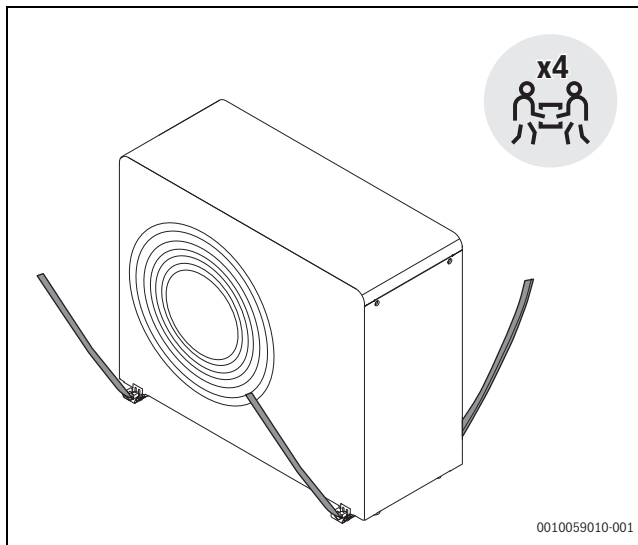

Bild 15 Beim Transportieren der Wärmepumpe ohne Verpackung die Gurte verwenden
- Achtung! Die Wärmepumpe ist auf der Kompressorseite schwerer (→ Abbildung 15).